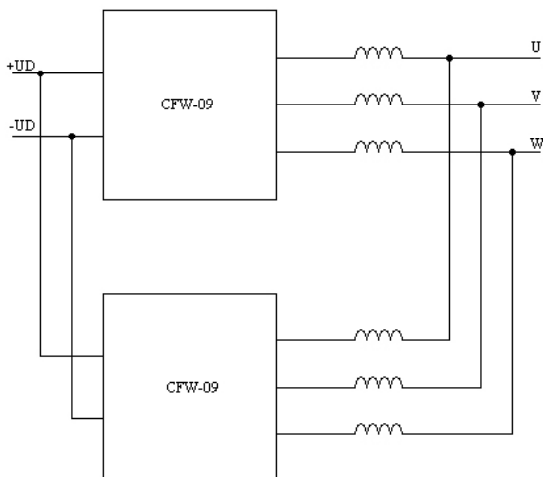

Figura 4 - Módulos alimentados directamente en el Link DC
- ☑ Cuando los módulos son alimentados directamente en el link DC, o módulo que posee la tarjeta de control y la tarjeta PIB recibe la designación HF y el(los) otro(s) son designados HG. A figura 4 presenta a configuración con dos módulos, mas la configuración con tres módulos también existe.